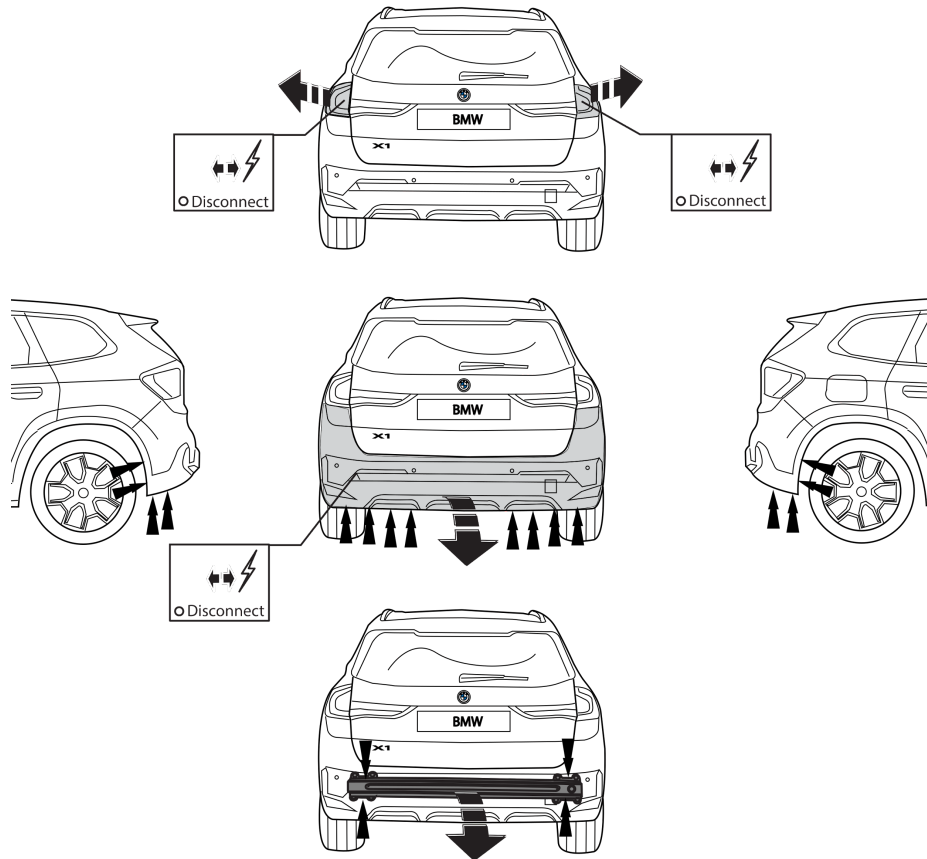

Fig. 1
1. Снять оба блока задних фар. Снять бампер вместе со буферным брусом автомобиля. Буферный брус больше не понадобится. См. рисунок 1.
5. Герметизировать обозначенные части (см. рис. 1)